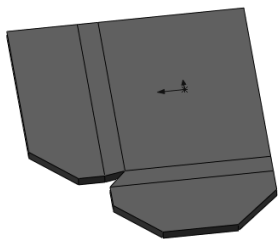

图 10-96 生成边角剪裁特征
3) 在“折断类型”中选择（倒角）选项，输入距离值“5”，单击（确定）按钮，结果如图 10-96 所示。